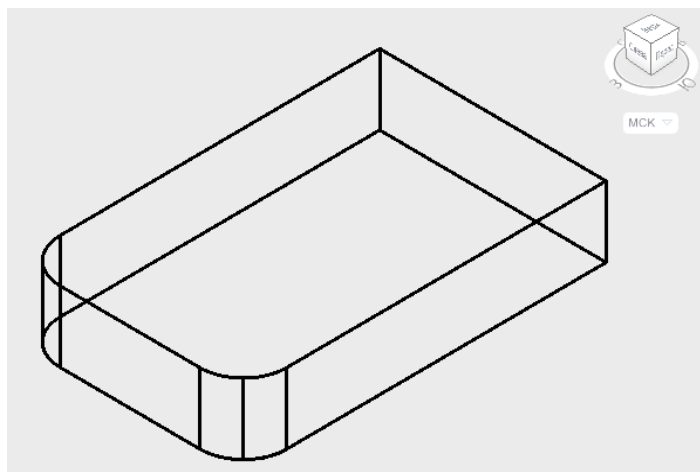

Рисунок 2.21 – Построение скруглений ребер призмы
3. Выполнить скругления на основании детали с использованием команды СОПРЯЖЕНИЕ, рисунок 2.21.